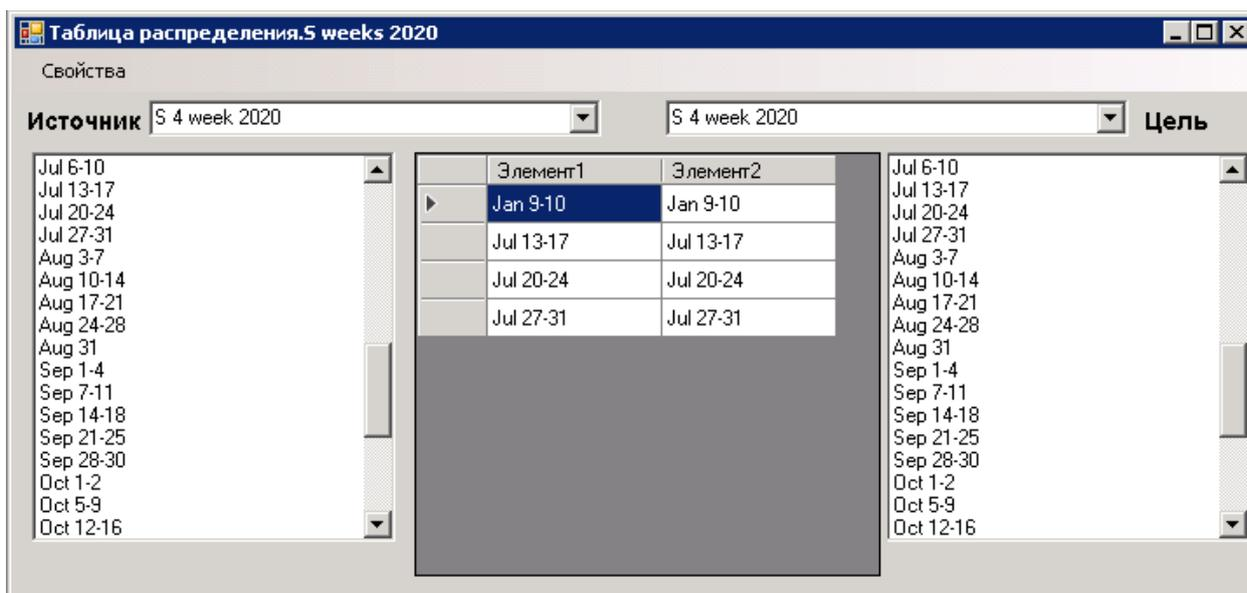

Рисунок 66
3) Создать таблицы распределения с типом таблицы «между измерениями», в которых нужно связать те измерения, которые будут участвовать в формировании сводного отчета (элементы этих измерений будут выбираться пользователем (рисунок 66)). После создания таблицы зайти в меню «Свойства» и выбрать «Один к одному».